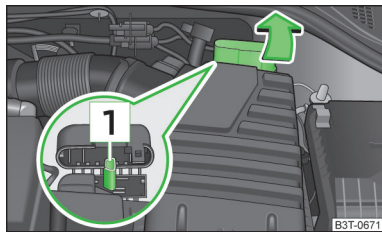

Fig. 184
La autovehiculele cu bateria amplasată în portbagaj, borna plus a bateriei furnizoare de curent poate fi conectată printr-un cablu de pornire asistată doar la punctul de pornire asistată din compartimentul motor al autovehiculului alimentat cu curent » fig. 184.
► Deschideți capacul de protecție al punctului de pornire asistată în sensul indicat de săgeată » fig. 184.